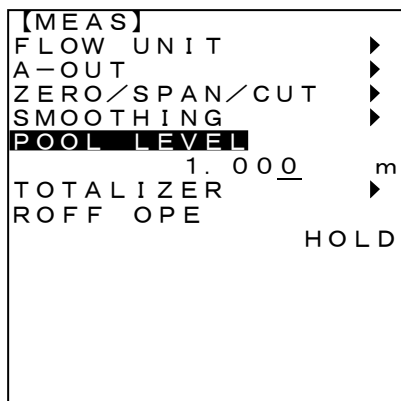

図4-10
- (3) <0>~<9>、<./STRT>、<-/STOP>キーで数値を入力します。(図4-10)